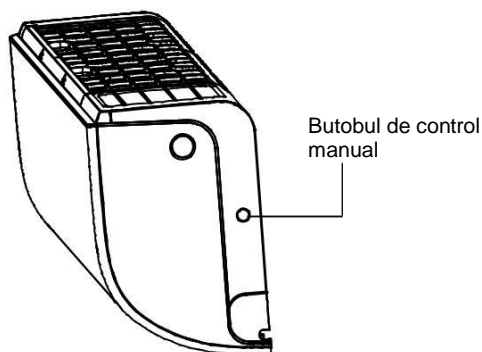

Fig. 8.1
1. Localizați butonul CONTROL MANUAL de pe panoul din partea dreaptă a unității. Vedeți Fig.8.1.